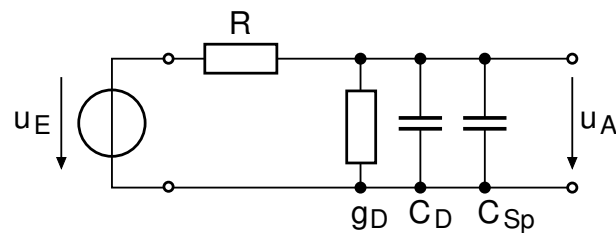

Abb. 2.1: Abstimmbares Dämpfungsglied
Gegeben ist die Schaltung in Abbildung 2.1, die einen variablen Kleinsignalspannungsteiler darstellt. Die Diode befindet sich im Flussbereich. Die Dämpfung des Kleinsignals u_E kann über die Gleichspannung der Quelle U_E eingestellt werden. Die Diode besitzt einen abrupten pn-Übergang.
2.1 Zeichnen Sie das Kleinsignalersatzschaltbild zur Schaltung in Abbildung 2.1 und geben Sie die physikalische Bedeutung der Ersatzschaltbildelemente an! Der Widerstand ist als ideal anzunehmen.